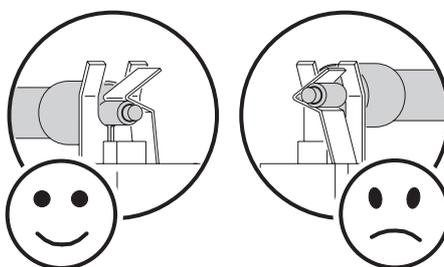

Bild 5: Anschlüsse des Leuchtmittels
- Prüfen Sie den festen der der Anschlüsse des Leuchtmittels unter den V-förmigen Vertiefungen der Fassung und nicht in den V-förmigen Vertiefungen selbst, siehe Bild 5.